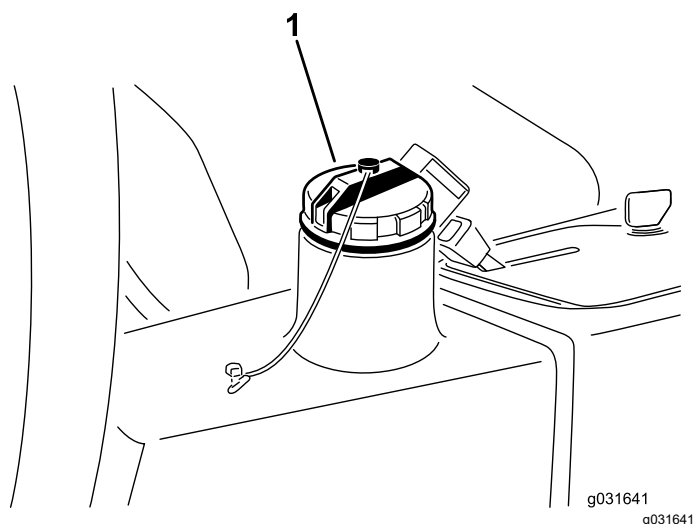

Figure 66
4. Versez environ 13,2 litres de liquide hydraulique dans le réservoir (Figure 66) ; voir Liquides hydrauliques spécifiés (page 59) et Contrôle du niveau de liquide hydraulique (page 59).